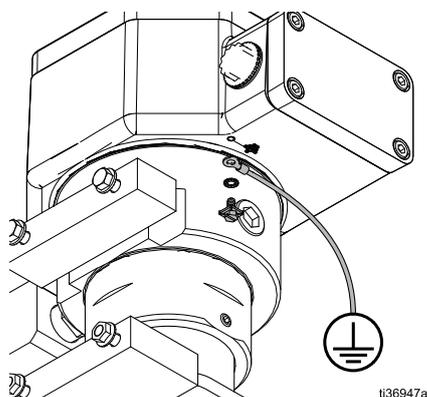

FIG. 7: Filo di messa a terra esterno
2. Solo per i riscaldatori per ubicazioni pericolose: Collegare un filo di messa a terra come illustrato in FIG. 7. Allentare la vite di terra e collegare un filo di messa a terra (Y, codice Graco 222011, non fornito). Serrare bene la vite di messa a terra. Collegare l'altra estremità del filo di messa a terra a una terra efficace.